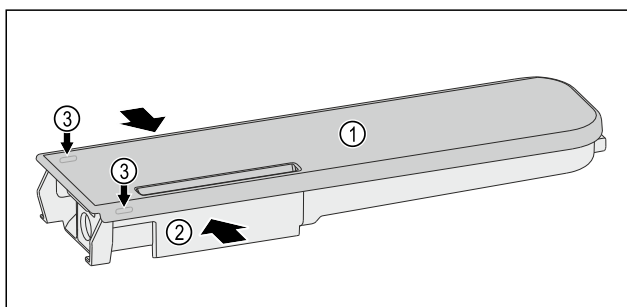

Fig. 130
- ▶ Сожмите бак для воды *Fig. 130 (2)* и осторожно возьмите крышку *Fig. 130 (1)* за фиксирующие выступы *Fig. 130 (3)* и потяните ее вверх.
- ▶ Слегка подвигайте крышку *Fig. 130 (1)* вперед и назад и снимите, приподняв вверх.